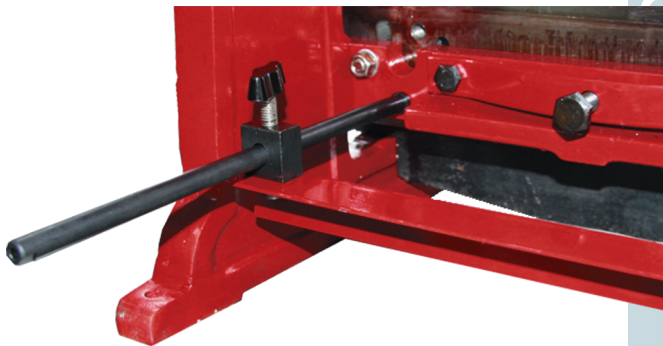
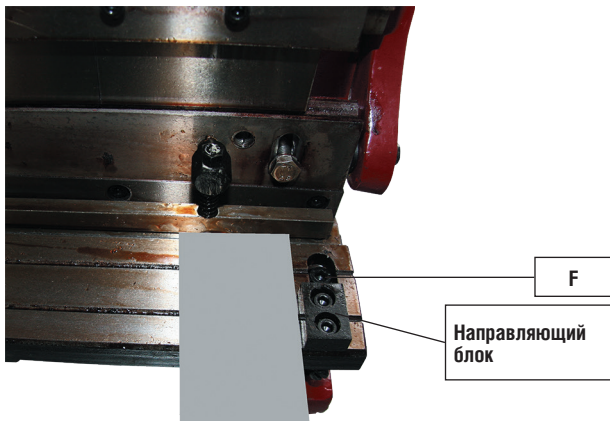

Рисунок 8 – Установка ограничителя для резки
Рисунок 9 – Регулировка горизонтальная
1. Установите направляющие стержни и пластины в позицию для резки (рис. 8), настроив на нужную длину обрабатываемой заготовки.
2. Поместите заготовку к блоку на правом краю рабочего стола (рис. 9). Правый конец заготовки должен плотно прилегать к кромке направляющего блока, а переднюю кромку к ограничительной пластине (рис. 8).
2. Если режущий инструмент не режет бумагу, ослабить винт с внутренним шестигранником (F, рис. 9) на каждом конце рабочего стола, используйте шестигранный ключ 8 мм.